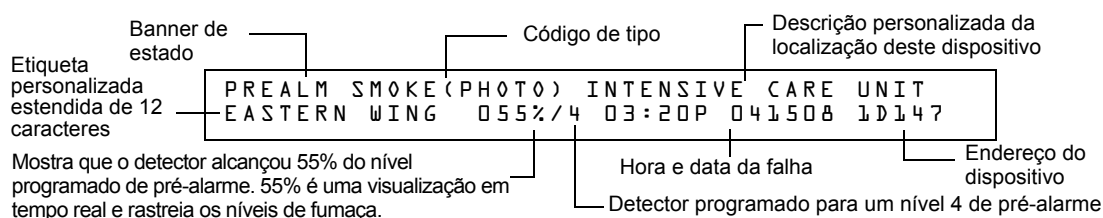

Figura 3.9 Exemplo de mensagem de pré-alarme de alerta
- Exibe um banner de estado PRE-ALARM (pré-alarme), o código de tipo do detector e o nível de pré-alarme (alerta ou ação) na tela LCD junto com informação específica do dispositivo como aparece na figura 3.9.